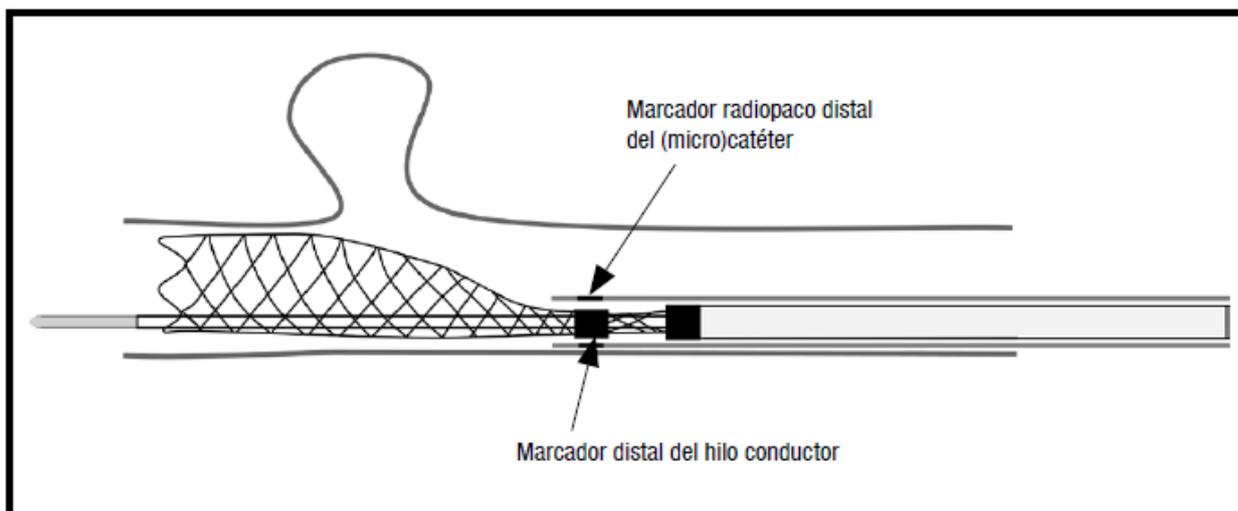

Fig. 6: Posición final del (micro)catéter hasta la que se puede reposicionar el DERIVO® 2 Embolisation Device
- El marcador radiopaco de la punta del (micro)catéter debe situarse aún en posición distal respecto al marcador distal del hilo conductor (véase la fig. 6).